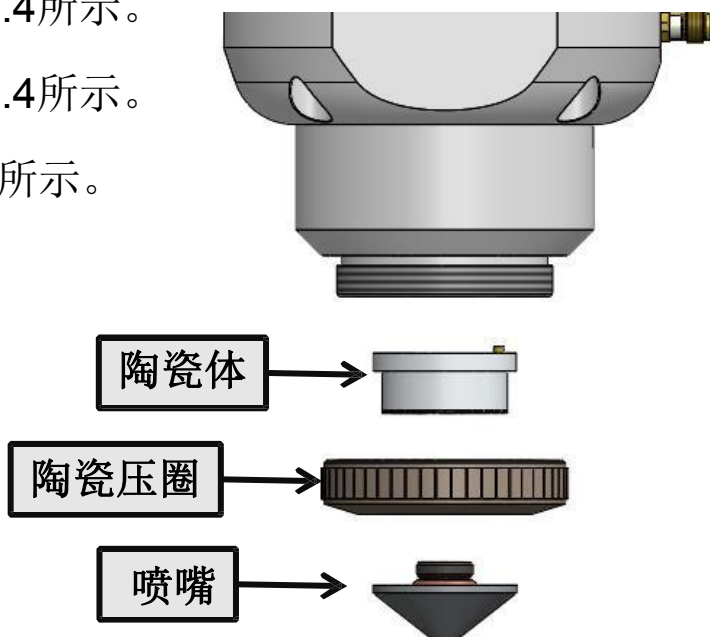

图5.4
- ① 切割工作时应使用干燥、纯净的辅助气体。气体中含水、油等杂质时工作间隙会发生突变，甚至造成传感器工作失常。建议使用高纯氧气，同时配置气体干燥器、油水分离器等装置。
- ② 传感器污损后要予以清洁。要用干净、干燥的棉布等清洁，不要用液体清洗切割头及陶瓷，清洁后要正确连接装配。
- ③ 陶瓷体损坏后可以更换。更换后要与放大器一起通过复位操作对电气系统进行初始化。
- ④ 切割嘴的形状、尺寸都直接影响传感器的特性。因此必须使用规定的切割嘴。
- ① 逆时针旋转拆下喷嘴，如图5.4所示。
- ② 逆时针旋下陶瓷压圈，如图5.4所示。
- ③ 竖直向下取出陶瓷，如图5.4所示。